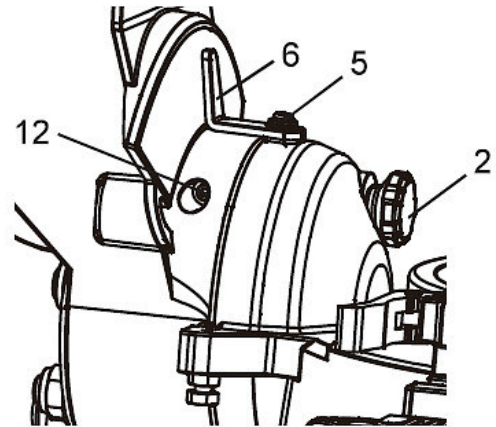

Abb. 19: Einstellung der 90° Neigung
Schritt 1: Lösen Sie den Gehrungsverriegelungsgriff (1) und kippen Sie den Schneidarm vollständig nach rechts, während Sie den 33,9° Fasenstift (2-Abb.19) gegen den 0° Fasenanschlag drücken. Die Gehrungsverriegelung festziehen Griff (1).
Schritt 2: Platzieren Sie ein Kombinationswinkel (3) auf dem Gehrungstisch mit dem Lineal gegen den Tisch und die Ferse des Quadrats gegen das Sägeblatt.
Schritt 3: Wenn das Sägeblatt nicht 0° vom Gehrungstisch entfernt ist, lösen Sie die drei Einstellschrauben (4) an der Rückseite der Säge mit einem 5-mm-Inbusschlüssel. Entriegeln Sie den Gehrungsverriegelungsgriff (1) und stellen Sie den Schneidarm ein.
Schritt 6: Ziehen Sie die drei Einstellschrauben (4) fest und spannen Sie den Verriegelungsgriff (1), wenn die Ausrichtung erreicht ist.
Einstellung der 90° Neigungsanzeige (Abb.19)
Schritt 1: Stellen Sie den Gehrungswinkel auf 0° ein. Ziehen Sie den Gleitanschlag ganz nach rechts und den Kegelraststift (2) nach vorne. (Abb. 19).
Schritt 3: Ziehen Sie den 33,9° Raststift (2) heraus, kippen Sie den Schneidarm in den 33,9° rechten Anschlag und drücken Sie den 33,9° Raststift (2) hinein (Abb. 19).
Schritt 3: Kippen Sie den Schneidarm auf 33.9° nach links, indem Sie den 33.9° Neigungsstift (2) hineindrücken. (Abb. 19)
Schritt 5: Wenn das Sägeblatt nicht 33.9° zum Gehrungstisch beträgt, kippen Sie den Schneidarm nach rechts und drehen Sie die Sechskantschraube (12) mit einem 3 mm Sechskantschlüssel hinein oder heraus, bis das Sägeblatt 33.9° zum Tisch steht. (Abb. 19)